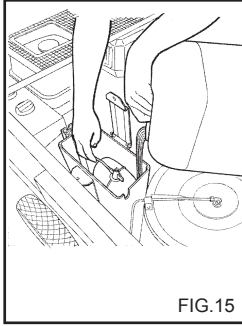

FIG.15
- 5) Verser dans le bac environ 3 litres d'antigel (fig. 15).